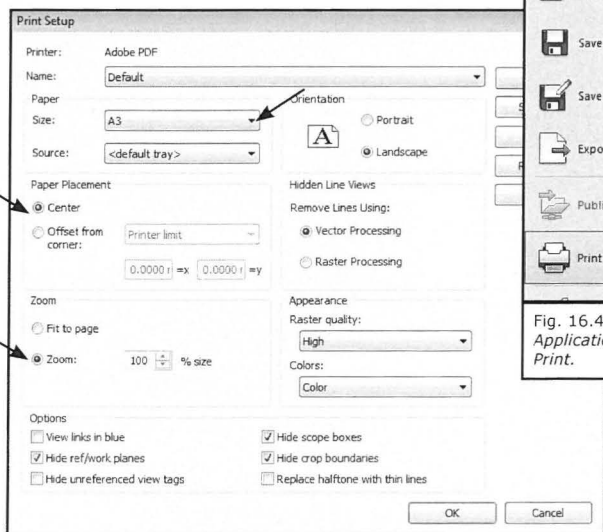

Fig. 16.46. Indstil Setup.
- Indstil *Papirstørrelse*, *Zoom* og *Paper Placement* (Fig. 16.46). Tryk derefter *OK* til begge dialogboksene.